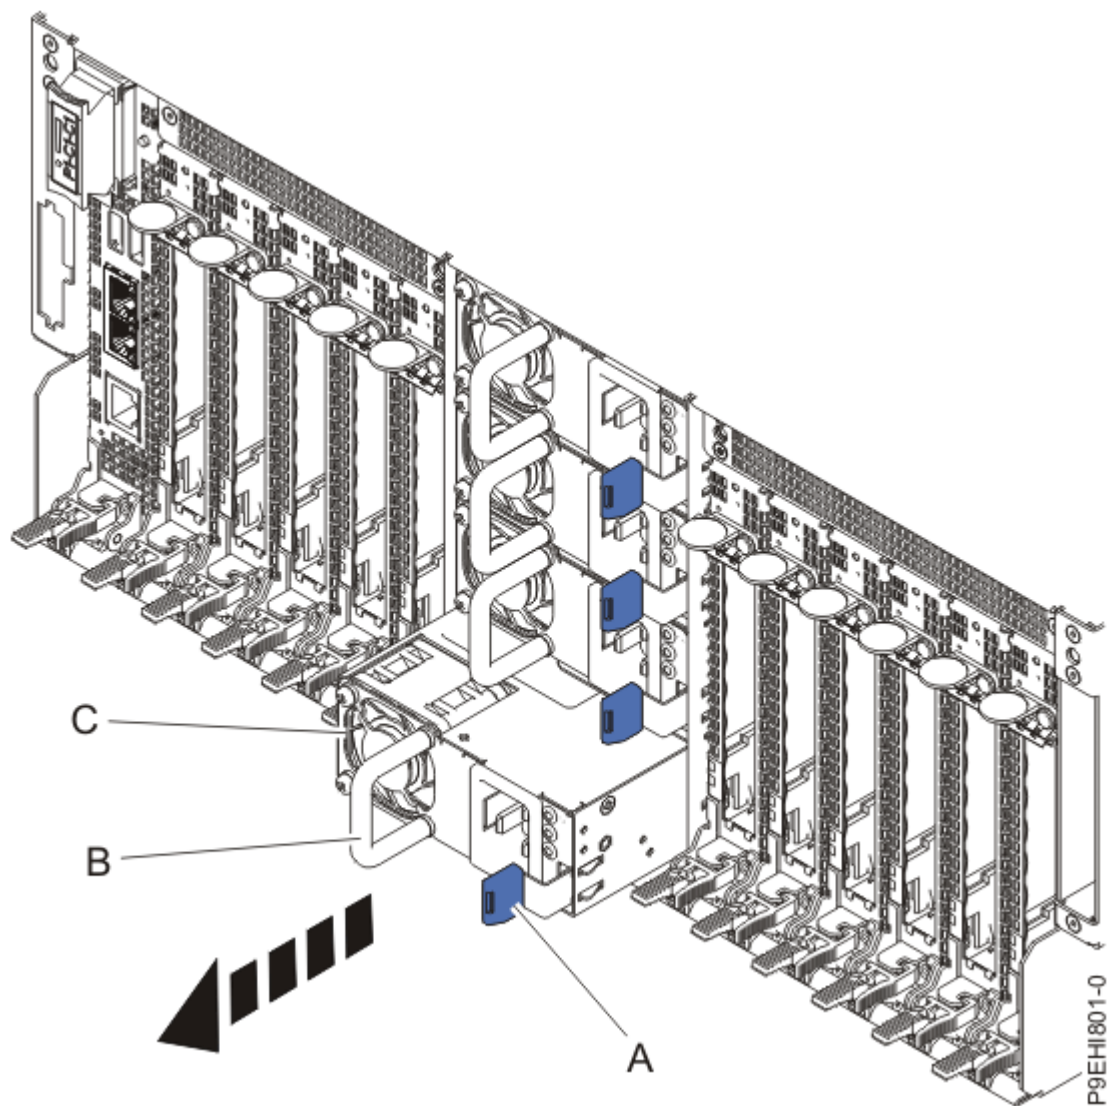

Figure 6. Retrait d'un bloc d'alimentation de l'arrière du châssis du système
3. Appuyez sur la languette de verrouillage **(A)** située à gauche, comme illustré à la Figure 6, à la page 9.
4. A l'aide de la poignée **(B)**, retirez le bloc d'alimentation du système, comme illustré à la Figure 6, à la page 9.